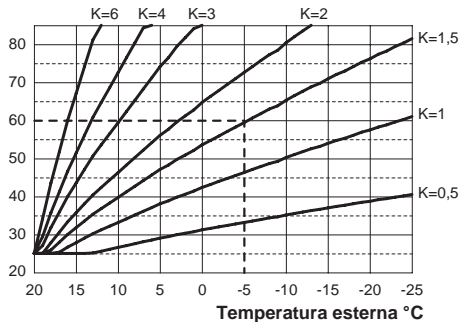

Figura 5.33
Se alla caldaia **È COLLEGATO** il comando remoto (opzionale) riferirsi alla Figura 5.33.
Quando si installa la sonda esterna bisogna impostare questo parametro in base al rendimento dell'impianto di riscaldamento per ottimizzare la temperatura di mandata (Figura 5.33).
Es. Per avere una temperatura di mandata all'impianto di riscaldamento di 60°C con una esterna di -5°C si deve settare un K di 1,5 (linea tratteggiata in Figura 5.33).
- Utilizzando i tasti 12 o 13 è possibile modificare il valore del parametro 15 da un minimo di **01** ad un massimo di **60** in base alla curva scelta del coefficiente K in Figura 5.33 (il valore letto sul display corrisponde a valori decimali di coefficienti K).